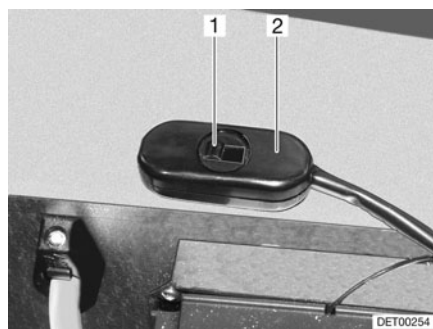

Fig. 123 Interrupteur réduction de la vitesse de rotation
L'interrupteur à curseur permet de régler la vitesse de rotation du circulateur (Fig. 123,2). Une faible vitesse de rotation réduit les bruits de fonctionnement de la pompe.
- Pousser l'interrupteur à curseur (Fig. 123,1) vers la droite. La puissance est réduite.